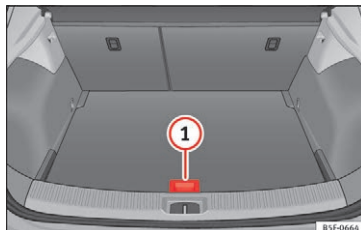

Fig. 179 Bagagerum: variabel bagagerumsbund
- Løft den variable bagagerumsbund i grebet »» Fig. 179 ①, træk i den, og tryk den hen imod bagsæderyglænet, indtil den bevægelige del af bunden hviler på det.